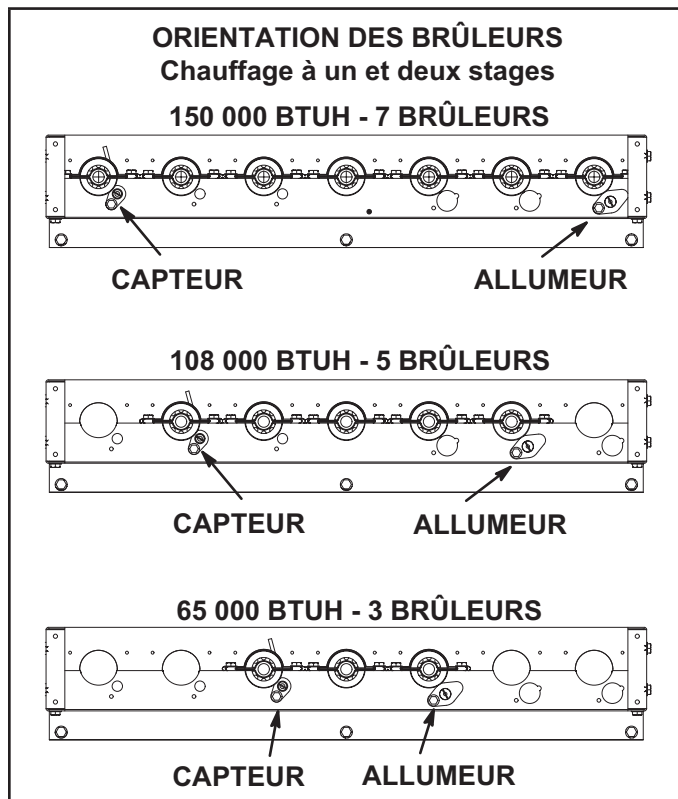

FIGURE 35
- 6 - Remettre les brûleurs et les vis maintenant les brûleurs. Voir FIGURE 35.